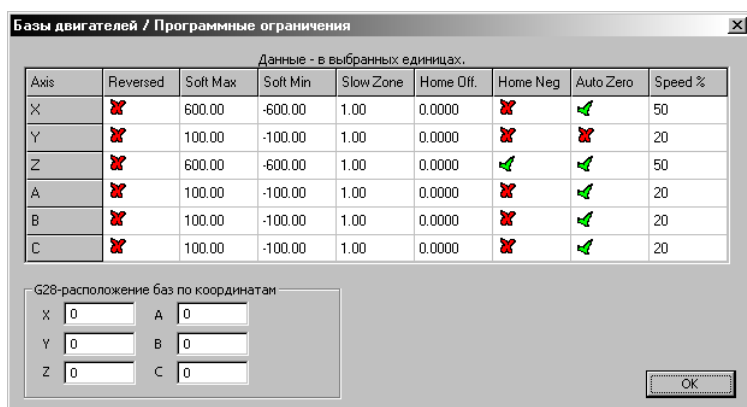

Рис. 34. Окно Базы/Ограничения.
10. Зайти в меню **Конфигурации – Базы/Ограничения** (Рис. 34). Установить параметры согласно рисунку. Параметры могут быть изменены пользователем в зависимости от конкретной задачи. Настройки определяют рабочую зону станка и направления перемещений к конечным выключателям.